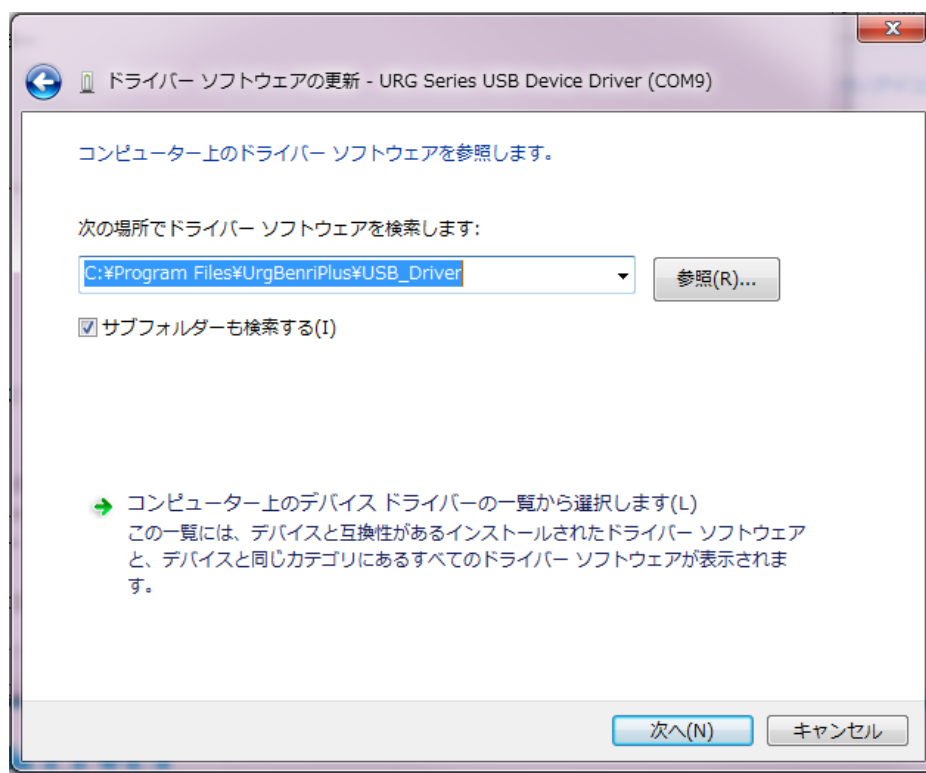

図 8.2-4 ドライバー ソフトウェアの更新②
4. 「参照」でドライバーの入ったフォルダを選択し、「次へ」をクリックします。(図 8.2-4)